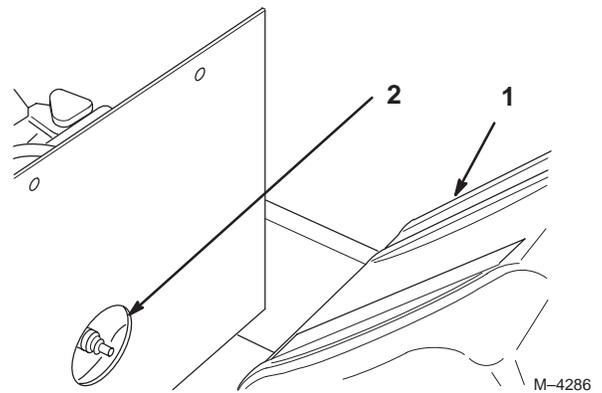

Bild 20
3. Um Zugang zu der hinteren Zündkerze zu erhalten, müssen Sie den Benzintank entfernen (Bild 20).
3. Drücken Sie den/die Kerzenstecker auf die Zündkerze(n) auf (Bild 20).